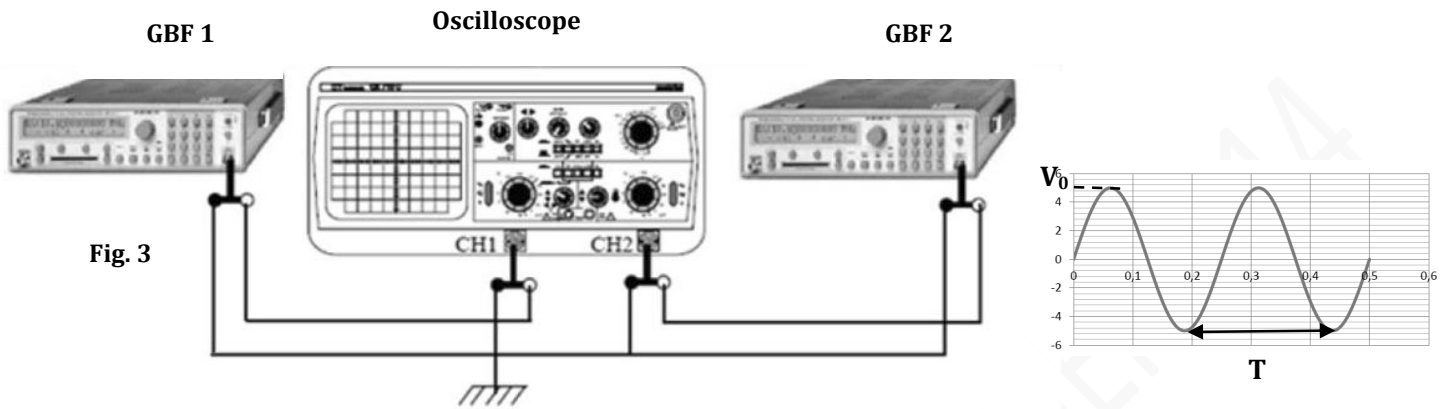

**Fig. 2**
2. Si le rapport des pulsations  $\omega_1$  et  $\omega_2$  est un nombre rationnel (nombre entier, ou réel avec un développement décimal périodique), la trajectoire du point est fermée et le mouvement est périodique (Fig. 2).